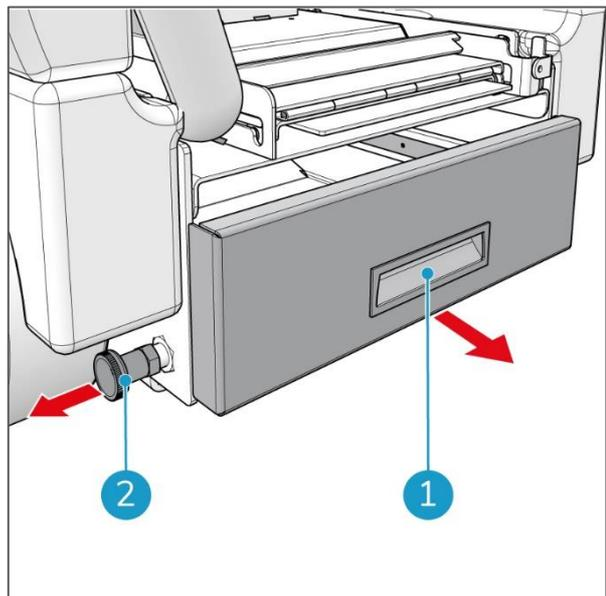

Abbildung 58
2. Ziehen Sie den Sicherungsstift auf der linken Seite der Akkuschublade (Abbildung 58, Pos. 2) heraus.
3. Ziehen Sie die Akkuschublade am schwarzen Griff (Abbildung 58, Pos. 1) heraus, bis sie einrastet.
7. Ziehen Sie den Sicherungsstift auf der linken Seite der Akkuschublade (Abbildung 58, Pos. 2) heraus.
8. Schieben Sie die Akkuschublade am schwarzen Griff (Abbildung 58, Pos. 1) in den i-drive®, bis sie einrastet.